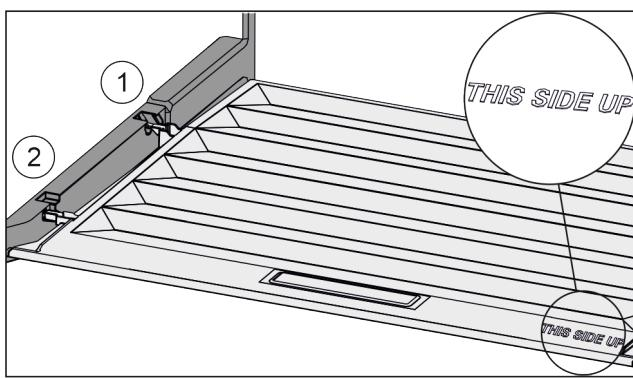

Fig. 143
- 从后部固定支架 Fig. 143 (1)开口导入桥形接片并卡入固定支架 Fig. 143 (2)的前端。